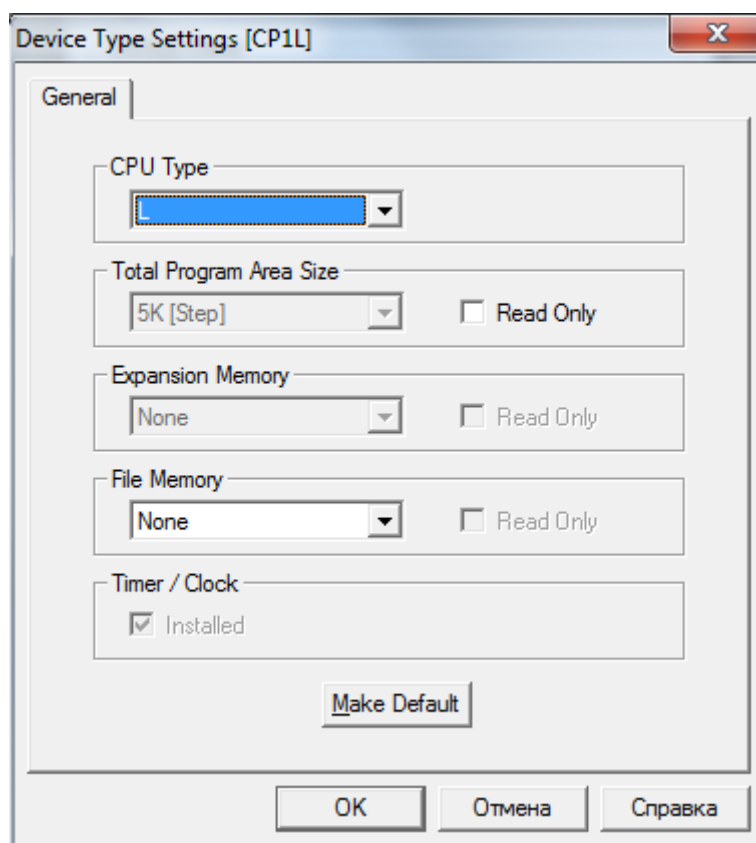

Рисунок 9 – Выбор ЦПУ
4. В раскрывающемся списке выберите тип ЦПУ - L. Щелкните по кнопке [OK]. После этого диалоговое окно настройки типа устройства закроется (рисунок 9).